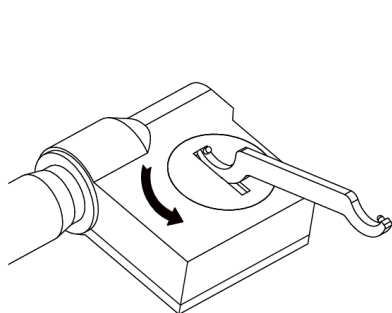

Abb. 1
- » Verwenden Sie den Schraubenschlüssel, um die Batteriefachabdeckung gegen den Uhrzeigersinn zu drehen (Abb. 1) und entfernen Sie diese.